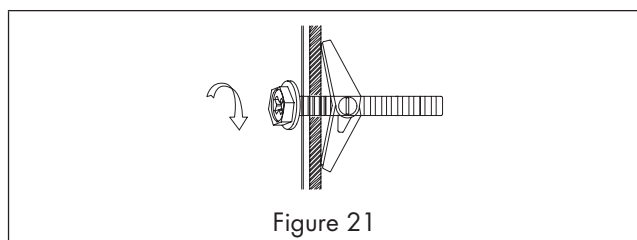

Figure 21
- Ensuite, fixez la plaque de montage au mur en serrant les boulons à ailettes ou les vis tire-fond. Voir la Figure 21.